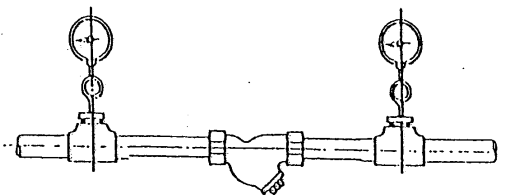
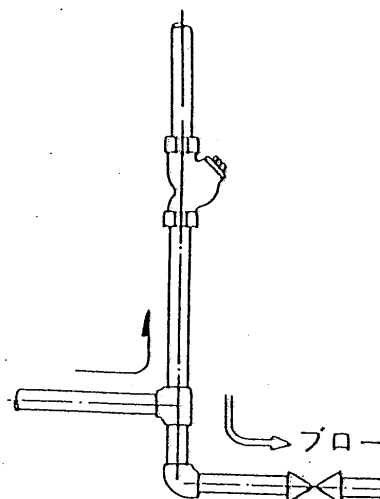

図1(水平配管)
図2(垂直配管)
- (1) ストレーナの前後に圧力計を取付けると、差圧により目詰まりの状態を知ることができます。[図1参照]
- (2) 取付けは、キャップ又はふたが下向きになるようにしてください。但し、蒸気配管においてドレン障害等が問題となる場合はキャップ又はふたが水平になるようにしてください。
- (3) 流れ方向が下から上になる配管しかできない場合は、ブローバルブを設けて立上り管の最下部に溜まったスケールを取るようになしてください。[図2参照]